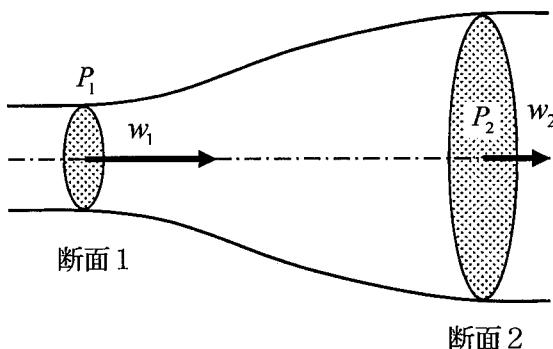

図1 ディフューザの流れ
1) 図1のように、水平に置かれた管の断面積が滑らかに拡大するディフューザを考える。断面積の変化は十分緩やかで、流体は非圧縮性かつ非粘性であるとすると、流体の保有するエネルギーの損失はないと考えることができる。非圧縮性、非粘性流体の定常流れに対して成り立つエネルギー保存式を といい、断面1と断面2の流速は一様と仮定し、断面1の流速を w_1 、圧力を P_1 、断面2の流速を w_2 、圧力を P_2 、流体の密度を ρ とすると、次の関係式が成り立つ。